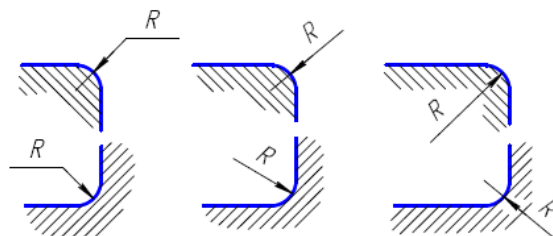

Рис. 10.
19. Размеры радиусов наружных и внутренних скруглений наносят, как показано на рис. 10. Способ нанесения определяет обстановка. Скругления, для